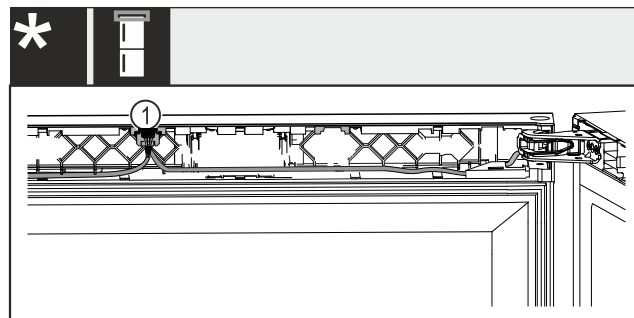

Fig. 46 Pro kombinovanou chladničku na víno s mrazničkou\*
- Zástrčku Fig. 46 (1) zaklapněte do vedení.\*